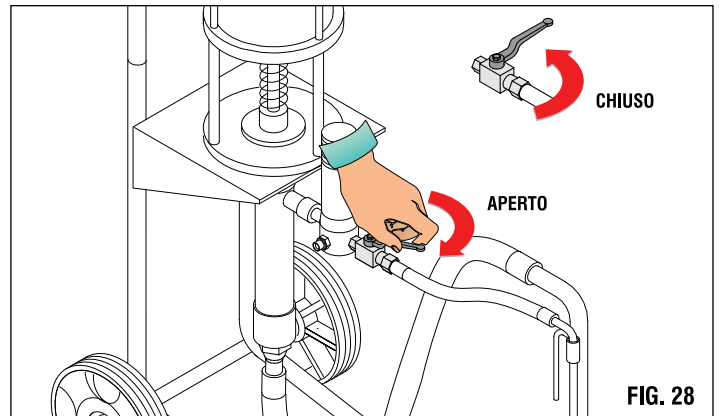

FIG. 28
- 4) Aprire il rubinetto di ricircolo per far uscire l'aria all'interno del circuito della pompa (fig.28).
6) Una volta uscita tutta l'aria, chiudere il rubinetto del tubo ricircolo (fig.28), in modo da consentire alla pompa di raggiungere il proprio equilibrio statico di pressione.